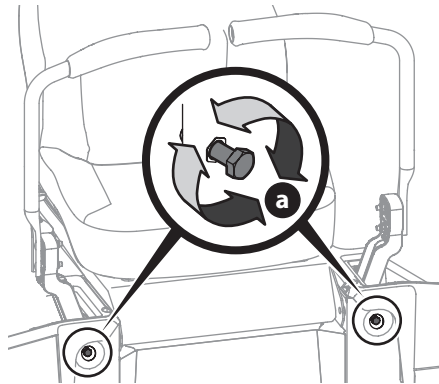

Fig. 40
2. Ubique los pernos del ajuste de detención de las palancas de control de la transmisión de barras de seguridad (a) que están en el frente del marco del asiento (Fig. 40).
3. Para reducir la velocidad de avance, gire los pernos del ajuste de detención de las palancas de control de la transmisión de barras de seguridad (a) en el sentido de las agujas del reloj. Para incrementar la velocidad de marcha hacia adelante, gire los pernos de ajuste de detención de las palancas de control de la transmisión de barras de seguridad (a) en el sentido contrario a las agujas del reloj. Gire los pernos de ajuste de detención de las palancas de control de la transmisión de barras de seguridad (a) en la dirección necesaria 1/4 de giro por vez. Después de girar los pernos de ajuste de detención de las palancas de control de la transmisión de barras de seguridad (a), compruebe el ajuste manejando el tractor (Fig. 40).